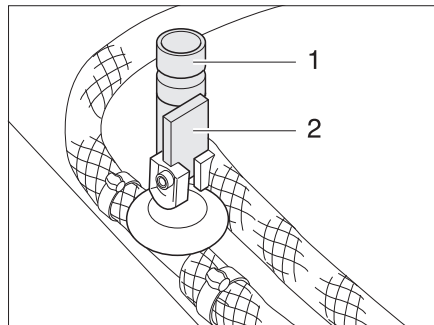

Fig. 120 Llaves de desagüe para la caldera Truma
- Cerrar todas las llaves de desagüe de la caldera. Para esto, poner el balancín (Fig. 120,2) en posición horizontal o bien girar la tapa (Fig. 120,1) en sentido de las agujas del reloj.
- Abrir todas las llaves de desagüe de la caldera. Para esto, poner el balancín (Fig. 120,2) en posición vertical o bien girar la tapa (Fig. 120,1) en sentido contrario a las agujas del reloj.